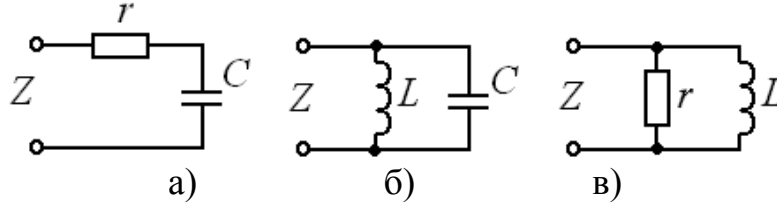

Рисунок 4.1 – Варианты соединений элементов в цепях переменного тока
Рассмотрим участки цепи, включающие последовательно или параллельно соединенные пассивные элементы, представленные на рис. 4.1.
Для рис. 4.1, а комплексное сопротивление участка определяется суммой комплексных сопротивлений элементов, т.е. $\underline{Z} = r + \underline{Z}_C = r - j \frac{1}{\omega C}$.
Для рис. 4.1, б комплексное сопротивление Z определяется следующим образом:
Таким же образом можно найти комплексное сопротивление участка цепи на рис. 4.1, в:
4. Исходя из значений комплексных эквивалентных сопротивлений, найденных для каждой схемы (рисунок 4.1, 4.2), определить характер этих сопротивлений (емкостный или индуктивный).